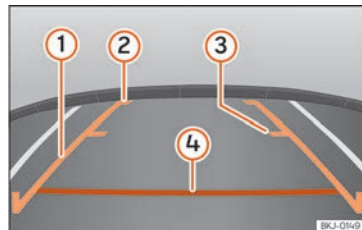

Fig. 169 Affichage à l'écran du système d'infodivertissement : lignes d'orientation.
- La charge du véhicule modifie la représentation des lignes d'orientation projetées » fig. 169. La largeur qu'elles représentent diminue avec le niveau de charge du véhicule. Faites attention à l'environnement lorsque l'intérieur ou le coffre est chargé.
» fig. 169